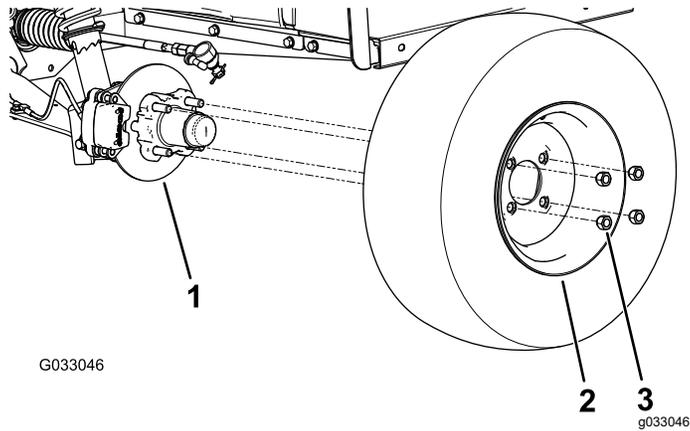

图 31
2. 卸下将车轮固定到轮毂上的 4 个车轮螺母图 31。
4. 将车轮中的孔与轮毂中的螺栓对齐并将车轮安装到轮毂上阀杆向外 图 31。
5. 使用车轮螺母将车轮固定到轮毂上 图 31。